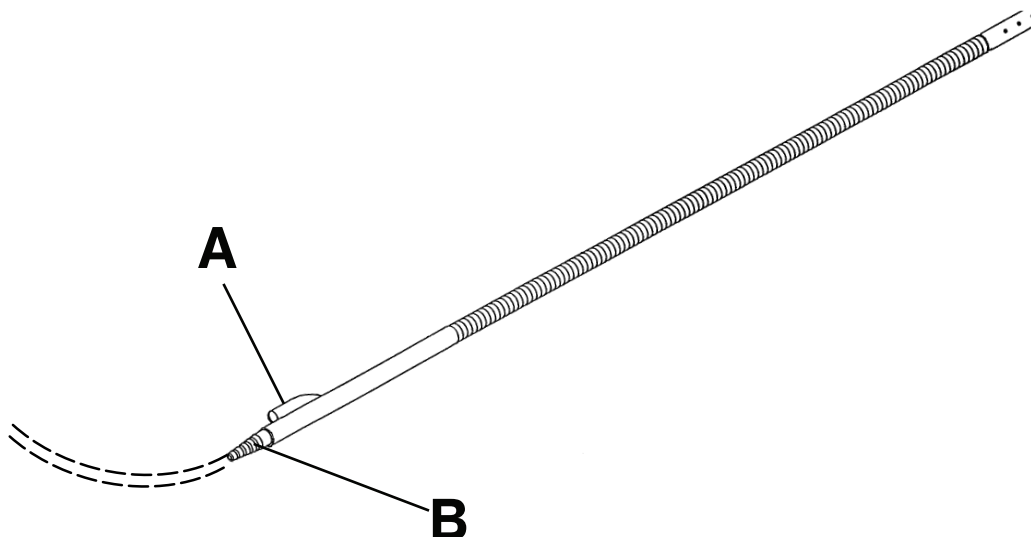

Figura 11 – Tubo di erogazione d'aria
1. Inserire la linguetta di montaggio (A) nel foro dell'asta portaflebo sul lato testa del prodotto.
2. Inserire il tubo di erogazione dell'aria nell'apposito attacco (B) (Figura 11).